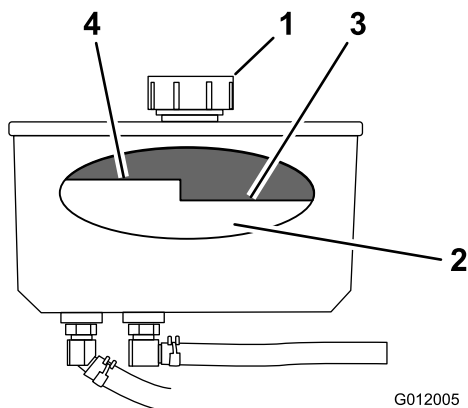

Figura 73
4. Pulite attorno al collo del bocchettone e del tappo del serbatoio idraulico (Figura 73).
5. Togliete il tappo dal bocchettone di riempimento. Guardate all'interno per controllare il livello del fluido nel serbatoio. (Figura 73).
- Nota:** Quando è caldo, il fluido deve raggiungere la parte superiore del segno Hot sul diaframma (Figura 73).